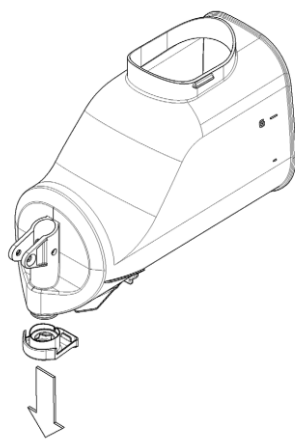

図 8
(7)抽出キャップをボウルから取り外します。(図 8 参照)
- (3)図 8 と逆の手順で、抽出部をボウルに取り付けます。
- (4)ボウルのガスケットを取り付けます。